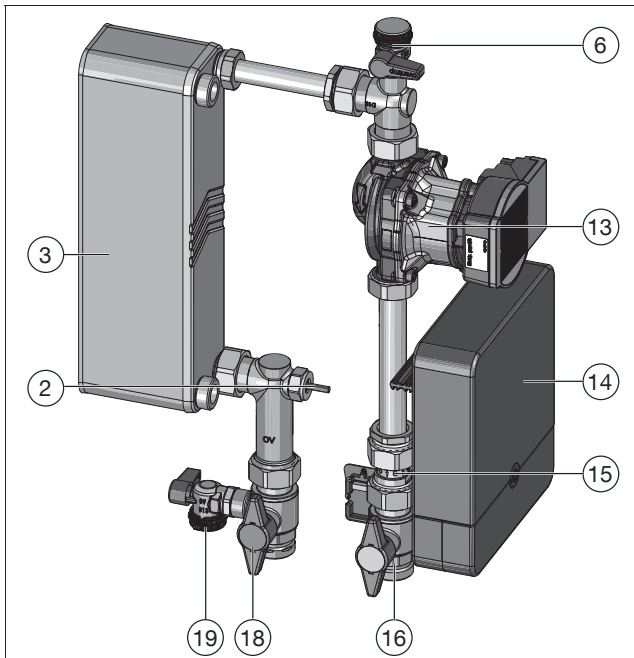

Abb. 20: Speicherkreis Befüllen und Entlüften
1. Öffnen Sie langsam den Absperrkugelhahn Vorlauf Speicherkreis (siehe Position (18) in Abb. 20 und in Abb. 1 auf Seite 11).
2. Schrauben Sie die Verschlusskappe des KFE-Kugelhahns Speicherkreis Rücklauf ab (siehe Position 6 in Abb. 20 und in Abb. 1 auf Seite 11).
7. Öffnen Sie langsam den Absperrkugelhahn Rücklauf Speicherkreis (siehe Position (16) in Abb. 20 und in Abb. 1 auf Seite 11).